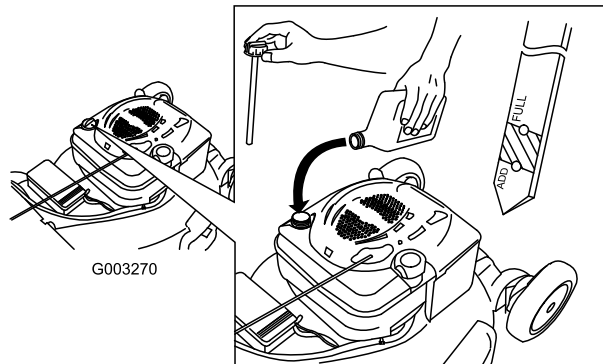

Figure 7
1. Retirez la jauge (Figure 7).
2. Versez de l'huile **lentement** dans le goulot de remplissage pour faire monter le niveau de liquide jusqu'au repère du plein (Full) sur la jauge (Figure 7). **Ne remplissez pas excessivement.** (Remplissage max. : 0,59 l, type : huile détergente SAE 30W de classe de service API SF, SG, SH, SJ, SL ou supérieure.)